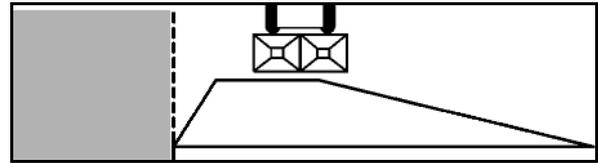

Fig. 70
3. Épandage en bordure (Fig. 70):